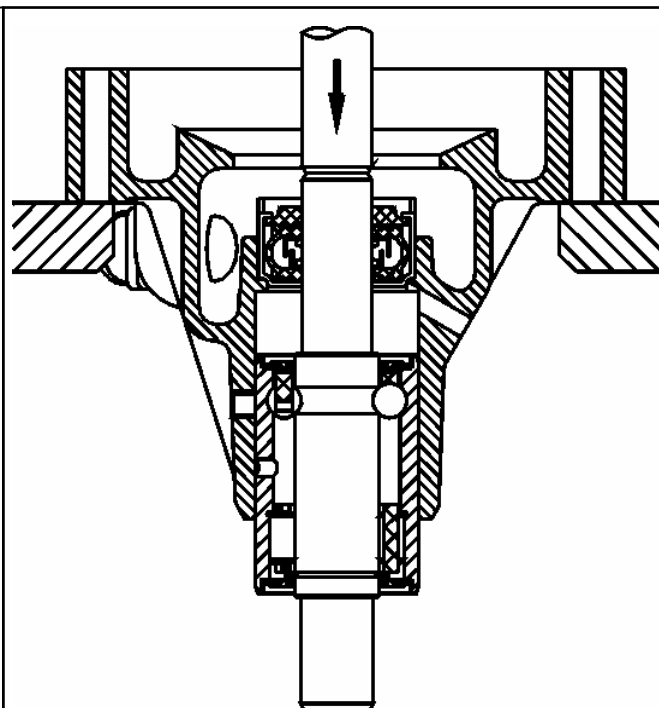

Рис. 4.20. Выпрессовка подшипника в сборе с валиком из корпуса насоса
- выпрессовать из корпуса подшипник в сборе с валиком (рис. 4.20). Выпрессовку производите на прессе или выбивайте медным молотком через оправку;